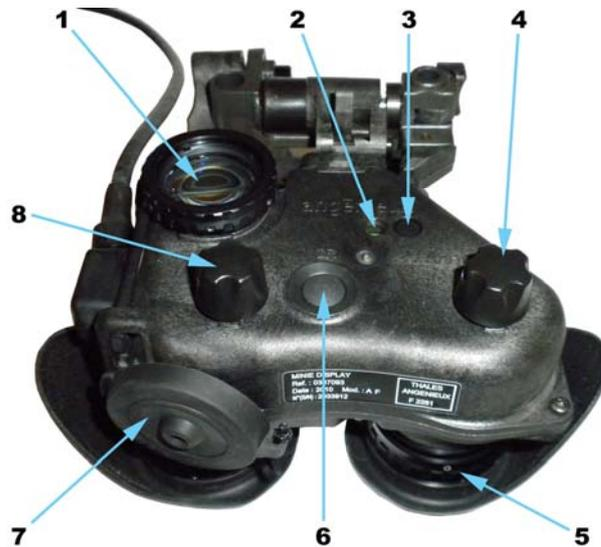

Fig. 13-5 : Commandes et capteurs de la JVN
- Retirer le bouchon (7, Fig. 13-5) de l'objectif (1, Fig. 13-5) et fixer celui-ci sous la JVN sur la forme prévue à cet effet.
Nota : Le bouchon (7, Fig. 13-5) de l'objectif (1, Fig. 13-5) est équipé d'un filtre central qui permet d'effectuer un test de fonctionnement de la JVN dans un environnement non sombre (ne pas diriger la JVN en direction du soleil ou d'une source trop lumineuse).
- Régler par rotation les oculaires (5, Fig. 13-5) à sa vue afin de voir nettement l'effet neigeux donné par l'intensificateur d'image. Des graduations dioptriques (Fig. 13-6) permettent le pré-réglage des oculaires lorsque la correction dioptrique est connue.
- Effectuer la mise au point de l'objectif (1, Fig. 13-5) à l'aide de sa bague crantée.
- Ajuster le gain du tube IL en tournant le bouton (8, Fig. 13-5) afin d'avoir une image confortable.
- Régler la luminosité de l'afficheur OLED en tournant le bouton "vidéo" (4, Fig. 13-5). Le réglage effectué sera également mémorisé au niveau de l'IHM GV et réglable à partir de celui-ci à travers le menu Paramètres de l'IHM GV (cf. TITRE 4 - Chapitre 2).
- En mode VNI il est possible d'éteindre l'écran OLED par appui sur le bouton "vidéo" (4, Fig. 13-5), mais cette coupure est momentanée, l'OLED sera automatiquement remis sous tension par le système, la coupure définitive de l'écran OLED est obtenue par un appui sur le bouton du rétro éclairage de l'IHM (jusqu'à un prochain appui sur le bouton ou une vision déportée) (cf. TITRE 5 - Chapitre 2).
Nota : Le phototransistor (2, Fig. 13-5) assure la protection du tube intensificateur d'image.
- Une pression de courte durée (moins de 2 secondes) sur le bouton poussoir (6, Fig. 13-5) permet l'allumage momentané de la source infrarouge d'appoint (3, Fig. 13-5). Des pressions intermittentes permettent aussi à l'utilisateur de communiquer par signaux brefs.
- L'arrêt de la source infrarouge se fait par une nouvelle pression sur le bouton poussoir (6, Fig. 13-5).
- Mettre le bouchon (7, Fig. 13-5) sur l'objectif (1, Fig. 13-5).